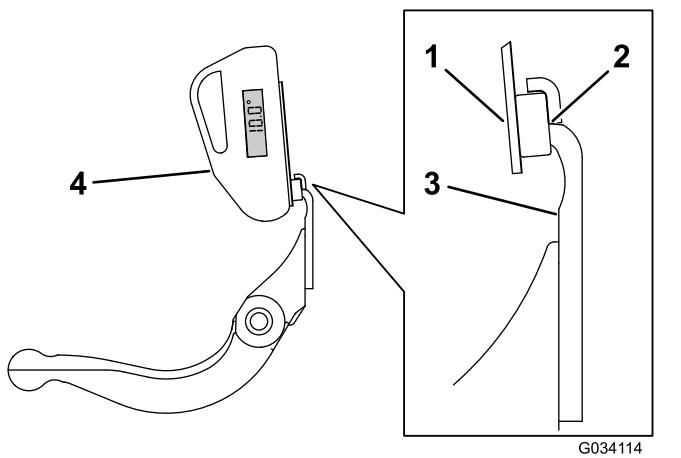

Figura 29
3. Coloque el soporte del indicador de ángulo sobre el filo de la contracuchilla de manera que el borde del imán esté enrasado con el filo de la contracuchilla (Figura 29).
| 4. Coloque el indicador de ángulo en el soporte, según se muestra en Figura 29. | |